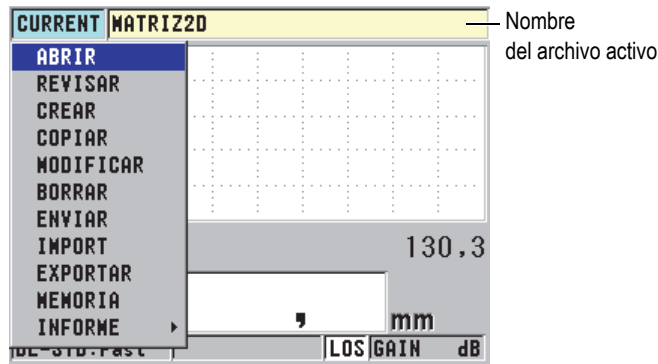

Figura 5-13 Nombre del archivo activo en la zona de identificación
El Registrador de datos del 45MG es un sistema basado en archivos que se abren uno a la vez. El archivo activo almacena una medida en un número de identificación de localización para las mediciones de espesor. Cada vez que la tecla **[SAVE]** es pulsada, la lectura de la medida (que aparece en la pantalla) es almacenada en el número de identificación activo del archivo abierto. El número de identificación (ID) incrementa automáticamente con las siguientes medidas. Al pulsar la tecla **[FILE]**, el nombre del archivo activo aparece en la zona de identificación (arriba del menú). Véase la Figura 5-13 en la página 78.